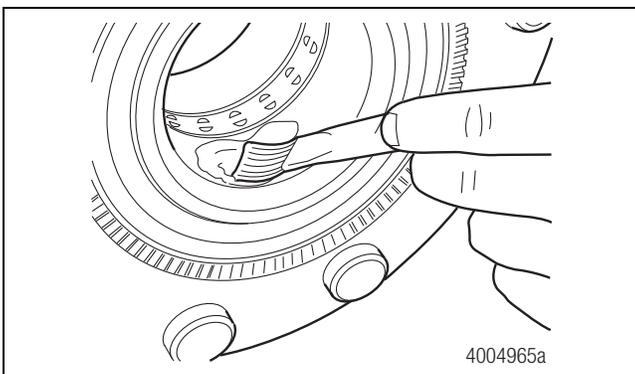

Figura 3.27
- C. Aplique una capa ligera de grasa para baleros sobre el contorno del diámetro interior de la maza. Debe cubrirse todo el contorno del diámetro interior de la maza que entra en contacto con la espiga. Esta grasa ayudará a reducir el desgaste de la espiga, ayudará a retirar la espiga y ayudará a sellar la unión maza-espiga. Figura 3.27.